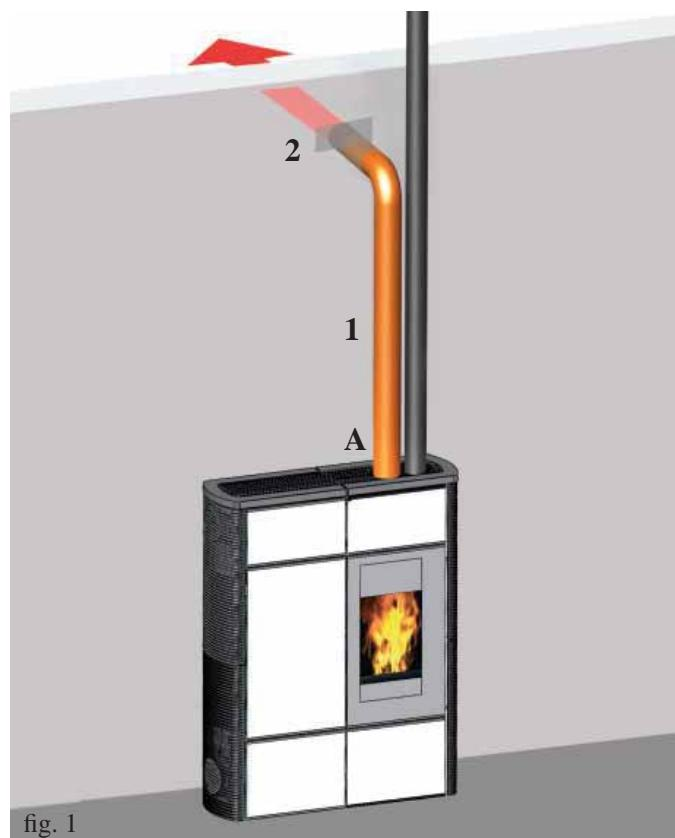

fig. 1
- Extender el tubo de aluminio (2 - fig. 1) para la canalización del aire caliente, sin conectarlo a la boca de la estufa.
- Calzar el tubo de aluminio a la boca de salida del aire caliente (A).
- Instalar la boca terminal (3) y el tubo de aluminio correspondiente (2).